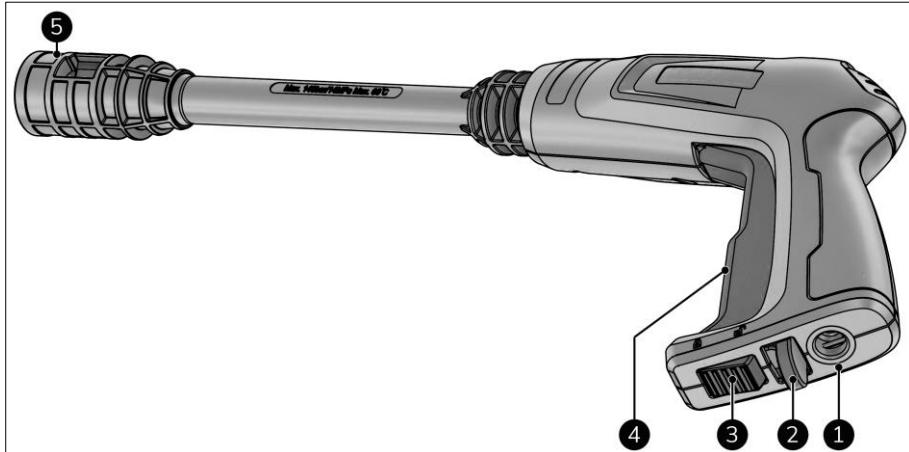

Figure 6
- Appuyez sur la gâchette (figure 6, pos. 4) et commencez à nettoyer.
- Le cas échéant, relâchez la gâchette (figure 6, pos. 4).
- Bloquez le verrouillage de sécurité sous la gâchette (figure 6, pos. 3).
1. Relâchez la gâchette (figure 6, pos. 4).
2. Bloquez le verrouillage de sécurité sous la gâchette (figure 6, pos. 3).